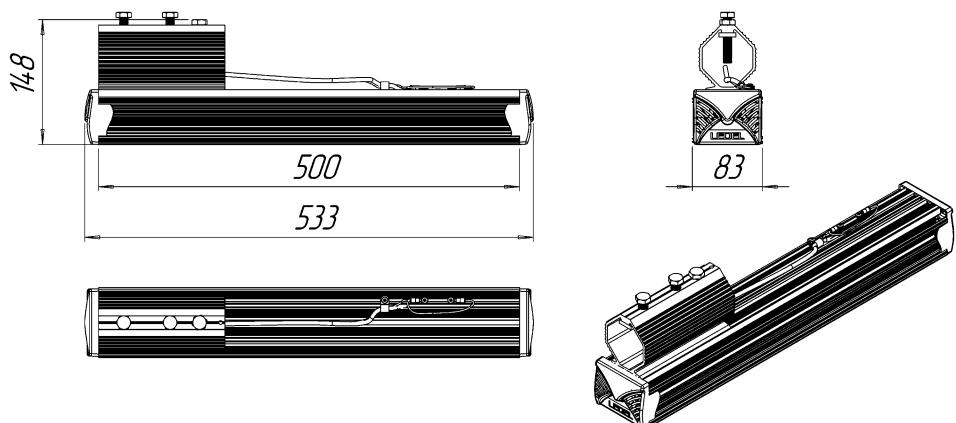

Рисунок 1 Габаритные размеры светильника «L-street 24»
- a) Ослабить фиксирующие болты (кроме ограничительного болта, см. рис. 1);